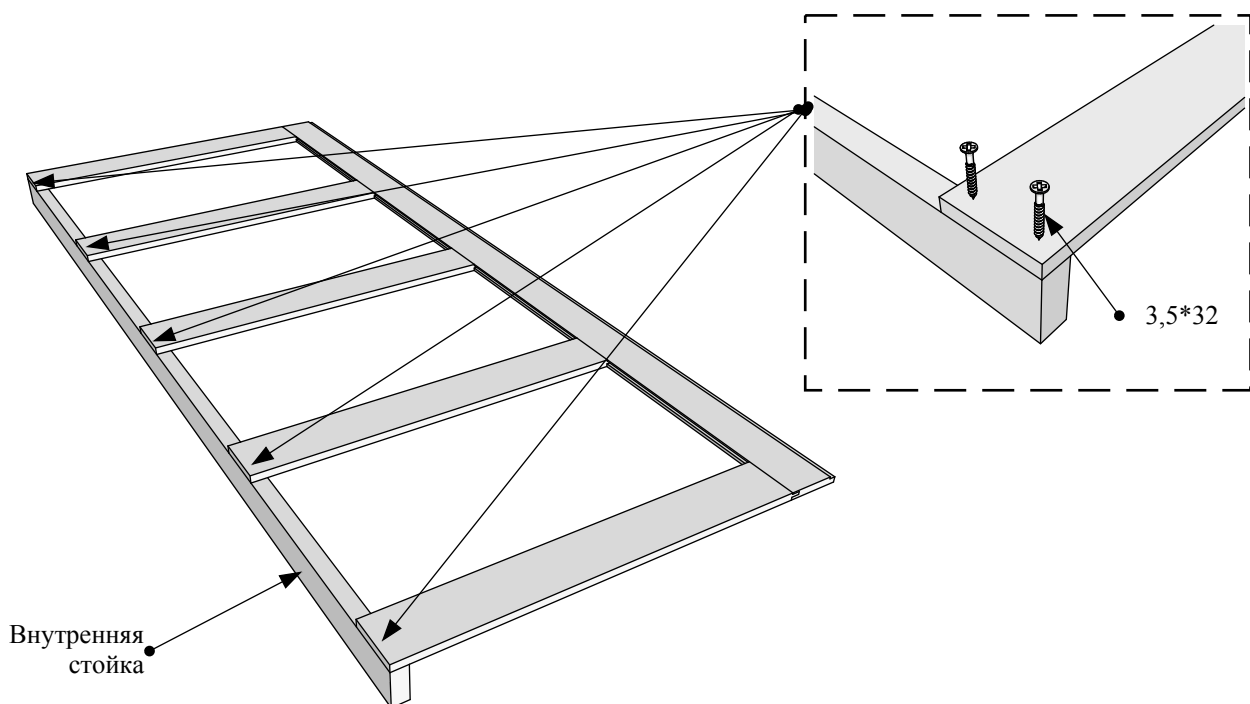

Рисунок 12
4.3 Установить внутреннюю стойку и закрепить её саморезами 3,5*32. Следите чтобы боковая царга не выходила за плоскость внутренней стойки. Перевернуть пенал на другую сторону и повторить операцию (Рис. 12).